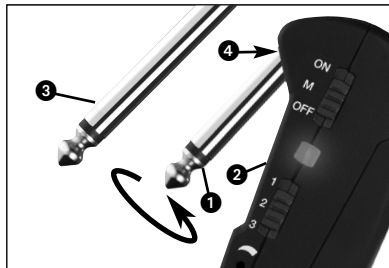

Fig. 4: Montaje del conector adaptador
4.3 Instrumentos con jack de salida empotrado (véase Fig. 4 en la página 40)